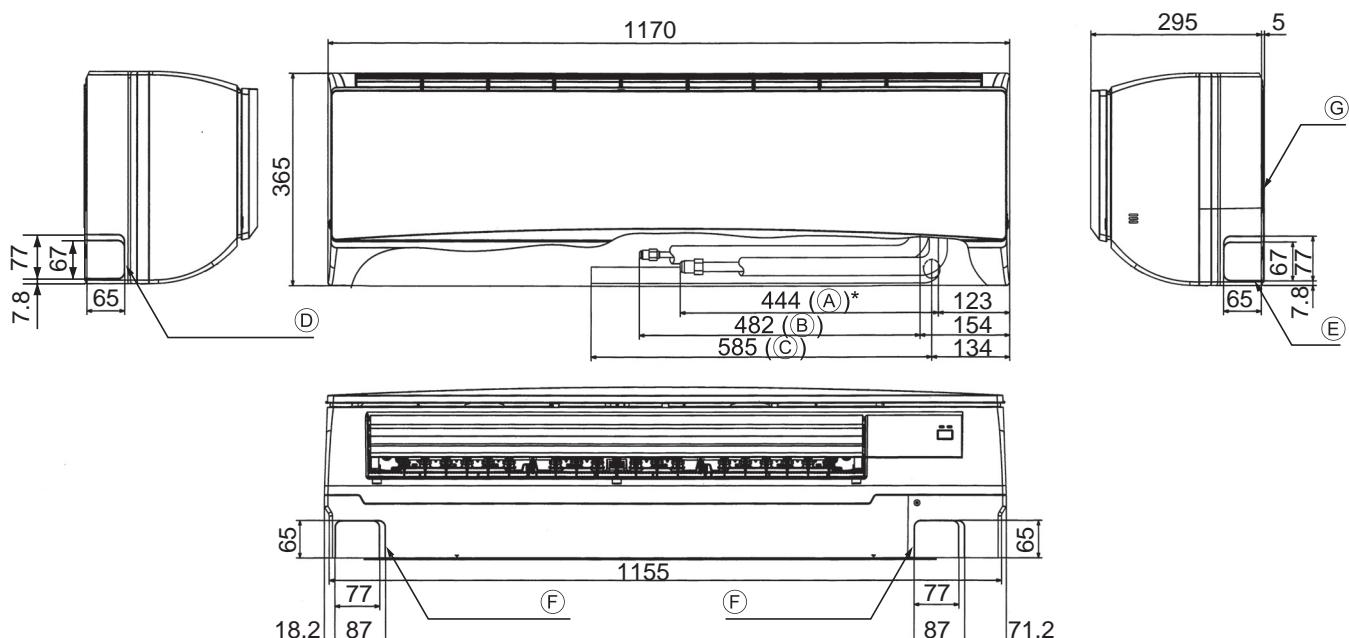

Fig. 4-2
4.2. Mise en place des tuyaux de réfrigérant et d'écoulement (Fig. 4-2)
- (A) Conduit de gaz * Indique la condition les accessoires montés.
- (B) Conduit de liquide
- (C) Tuyau d'écoulement
- (D) Orifice de la rondelle du tuyau gauche
- (E) Orifice de la rondelle du tuyau droit
- (F) Orifice de la rondelle du tuyau inférieur
- (G) Planche d'installation ①